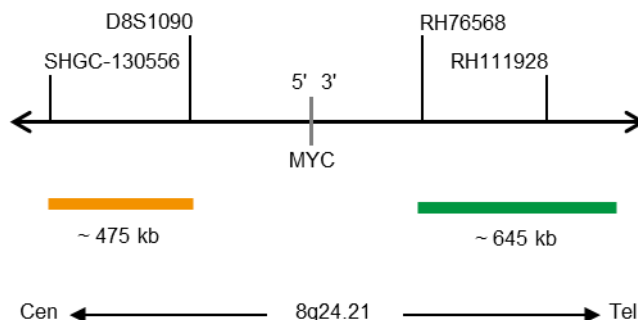

Abb. 1: SPEC MYC Sondenlokalisierung (nicht maßstabsgetreu)
- ZyGreen (Anregung 503 nm/Emission 528 nm) markierten Polynukleotiden (~10 ng/ μ l), die gegen Sequenzen in 8q24.21* (chr8:130,373,051-130,930,673) gerichtet sind, welche distal zur MYC-Bruchpunktregion lokalisiert sind (siehe Abb.1).
- ZyOrange (Anregung 547 nm/Emission 572 nm) markierten Polynukleotiden (~4,5 ng/ μ l), die gegen Sequenzen in 8q24.21* (chr8:127,888,765-128,363,281) gerichtet sind, welche proximal zur MYC-Bruchpunktregion lokalisiert sind (siehe Abb. 1).